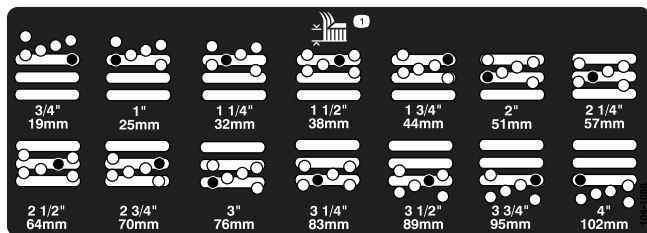

Figura 19
4. Enquanto estiver suportar a câmara, retire o espaçador (Figura 19).
5. Mova a câmara para a altura de corte desejada e instale o espaçador no orifício e ranhura da altura de corte designada (Figura 19).